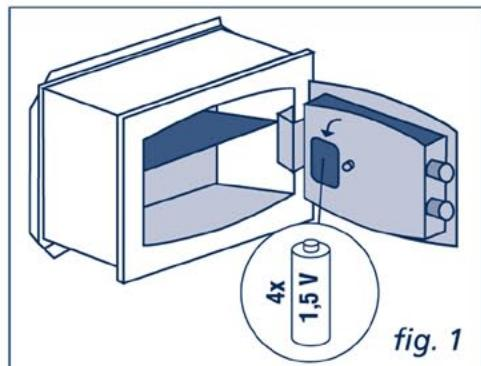

fig. 1
- Per il corretto funzionamento della serratura inserire le 4 pile alcaline da 1,5 volts nell'apposito contenitore (fig. 1).
- Se la cassaforte non viene utilizzata per lunghi periodi, togliere le batterie (fig. 1).
Se la serratura elettronica emette tre segnali acustici lunghi dopo la chiusura o apertura della cassaforte significa che le pile sono scariche. Procedere immediatamente alla sostituzione delle stesse (fig. 1).